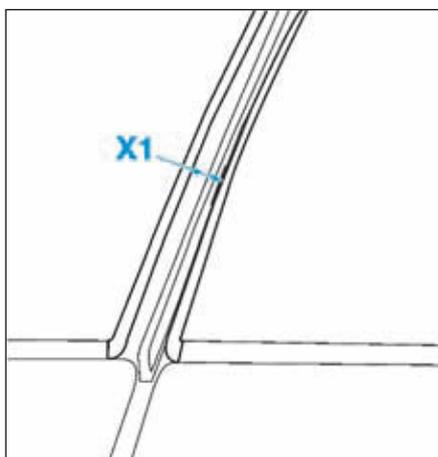

FIG.4
- Respecter le jeu d'aspect (X1 = 8 mm) entre la vitre fixe de toit ouvrant et le panneau mobile de toit ouvrant (Fig.4).